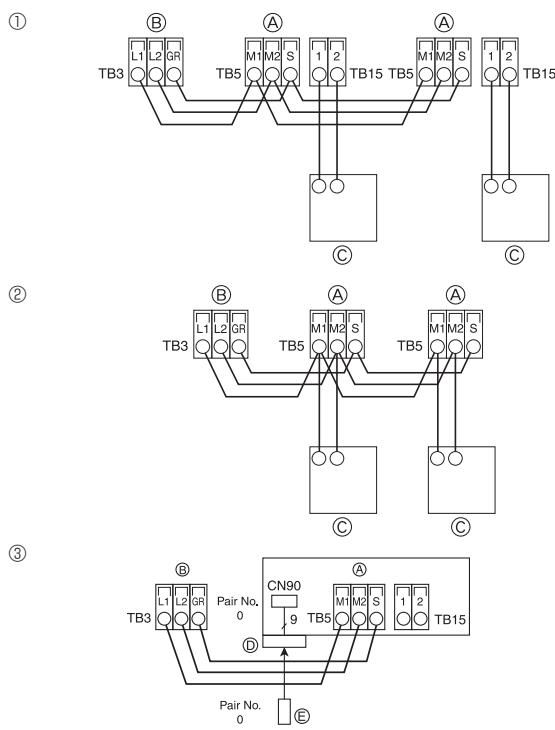

Fig. 5-8
5.4. Raccordement des câbles de télécommande et des câbles de transmission intérieur et extérieur (Fig. 5-8)